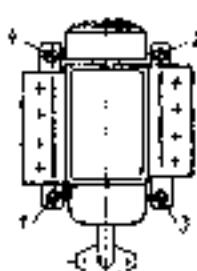

Bild 53. Anziehen der Befestigungsschrauben am der Einspritzpumpe:
8. Den Steuerhebel 2 gegen die Schraube 1 und den Hebel 7 gegen die Schraube 6 drücken, die Pumpenwelle mit 100 min^{-1} laufen lassen und die Fördermenge prüfen, die $195 \dots 210 \text{ min}^{-1}$ je Pumpenspiel betragen soll. Die Einstellung erfolgt mit der Schraube 6. Durch Eindrehen dieser Schraube wird die Fördermenge vermindert und durch Herausdrehen vergrößert. Nach der Einstellung die Schraube gut sichern. Beim Einbau der Einspritzpumpe am Motor die Befestigungsschrauben gleichmäßig in mehreren Schritten und in der im Bild 53 gezeigten Reihenfolge anziehen.